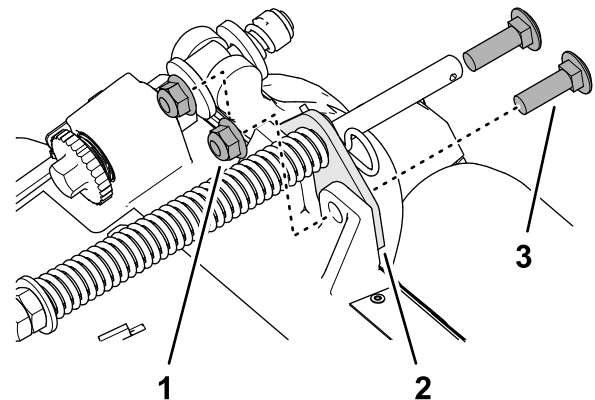

図 17
2. ターフ補正器用ブラケットをカッティングユニットのフレームに固定しているフランジロックナット $\frac{3}{8}$ "2個、キャリッジボルト $\frac{3}{8}$  x 1- $\frac{1}{4}$ "2本を外す 図 17。